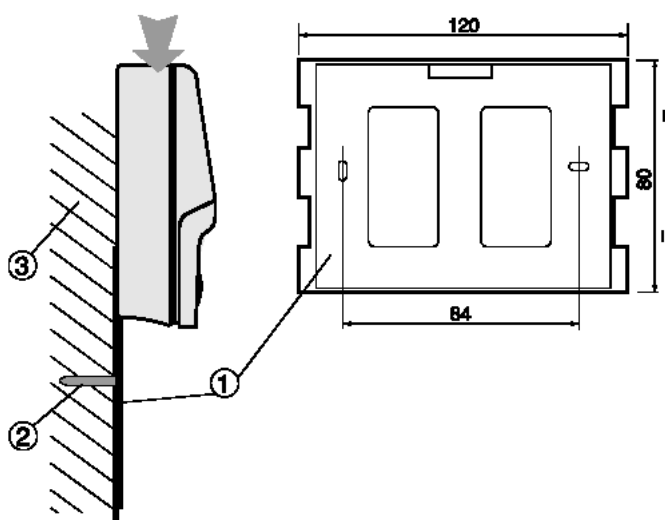

Рис. 9.2.1
Для крепления на стене используется специальный кронштейн. Кронштейн (1) прикручивается к стене (3) шурупами (2) (см. рис. 9.2.1). Панель оператора вставляется в кронштейн и защелкивается.